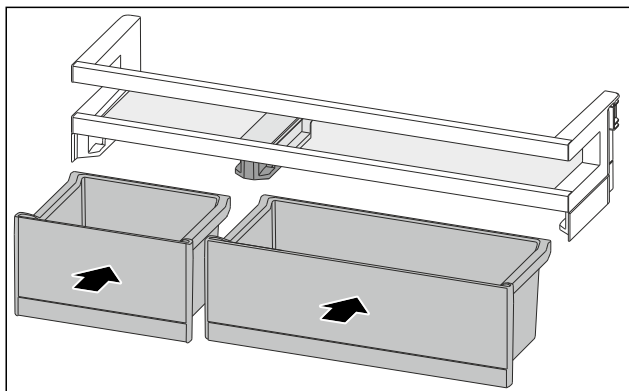

Fig. 115
- ▶ Вставте контейнери VarioBox у змінені положення. (див. Fig. 115)